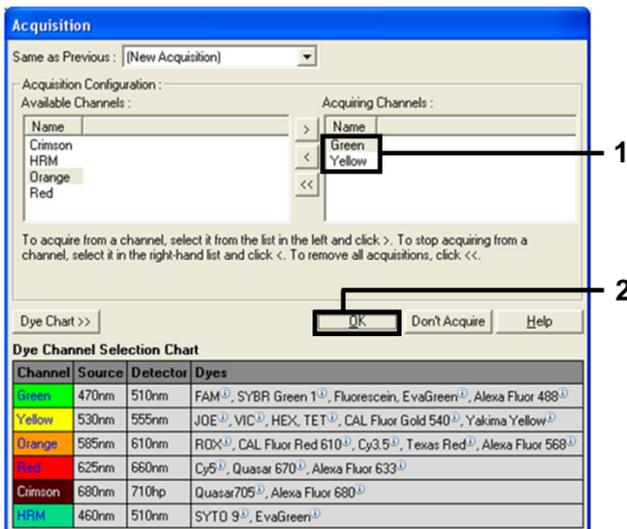

Abbildung 8. Erfassung im Zyklusschritt bei 60 °C.
10. Wählen Sie aus der Liste Variable Channels (Verfügbare Kanäle) Green (Grün) und Yellow (Gelb) aus. Klicken Sie dann auf >, um sie in die Liste Acquiring Channels (Erfassende Kanäle) zu verschieben. Klicken Sie auf OK (Abbildung 8).